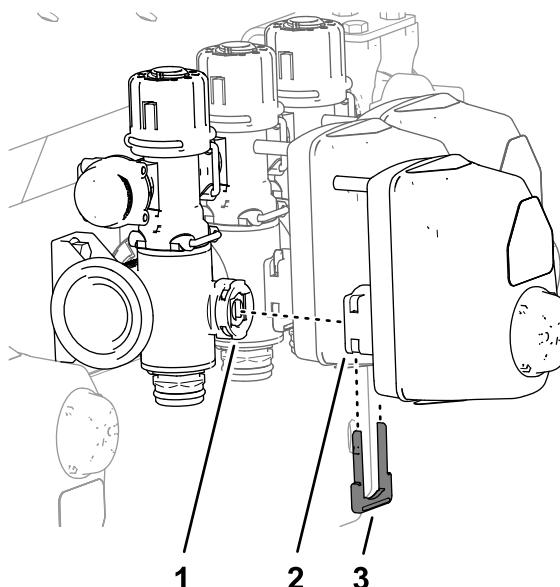
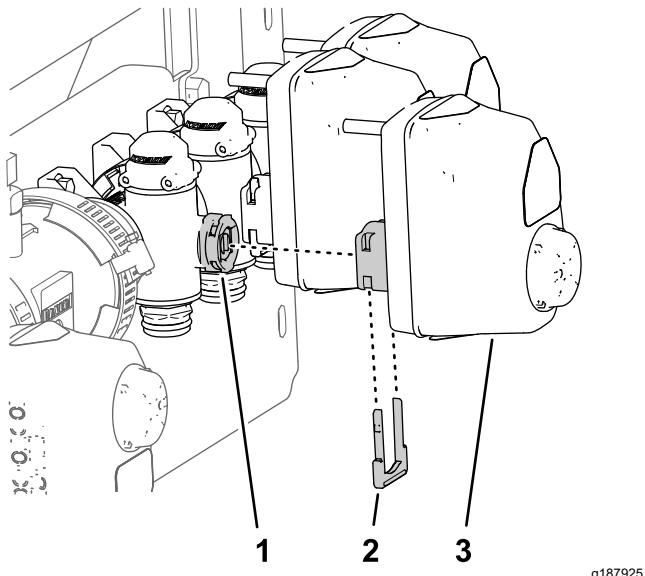

Figure 39
Figure 42
- Alignez le coupleur que vous venez de déposer de l'actionneur de la vanne de (Figure 39) sur l'orifice de pointeau de la vanne du collecteur.
- Fixez l'actionneur de la vanne de section sur la vanne du collecteur à l'aide de l'étrier retiré précédemment (Figure 39), comme montré à la Figure 42.